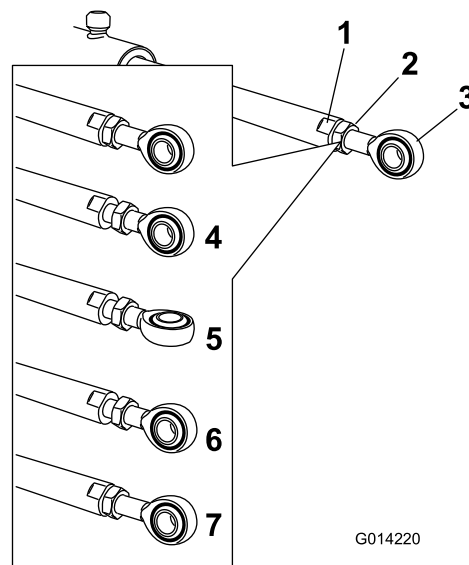

図 106
5. アクチュエータロッドの平たい面にスパナをあてがって回転しないように押さえ、ジャムナットをゆるめて、アイレットロッドを調整できるようにする 図 106。
6. アイレットロッドを回転させてアクチュエータを希望の長さに調整する 図 106。